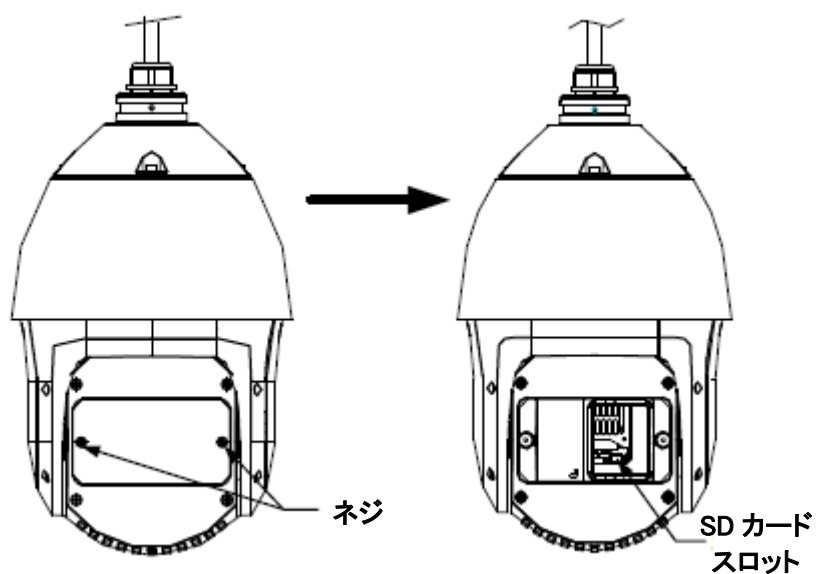

図 1-11 SD カードスロット
1. 図 1-11 に示すように、スピードドームの背面にあるカバーを取り外します。